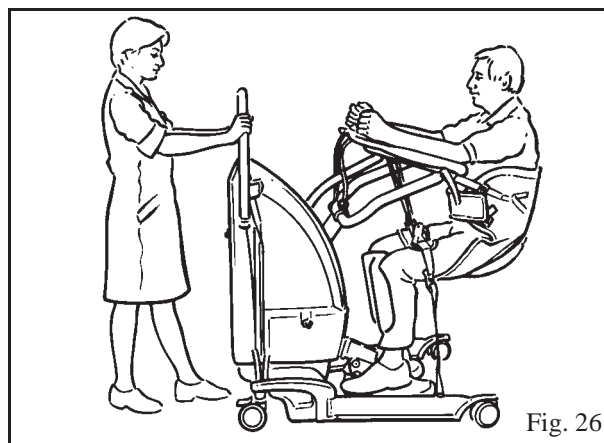

Fig. 26
12. Disinserire i freni, chiudere le gambe dello chassis e trasportare il paziente nella posizione desiderata (vedere Fig. 26).